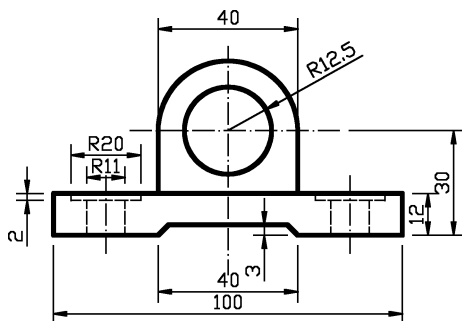

图 5-85 编辑标注
10) 单击要编辑的标注, 在弹出的“快捷特性”选项板中依次更改标注文字的内容, 结果如图 5-85 所示。